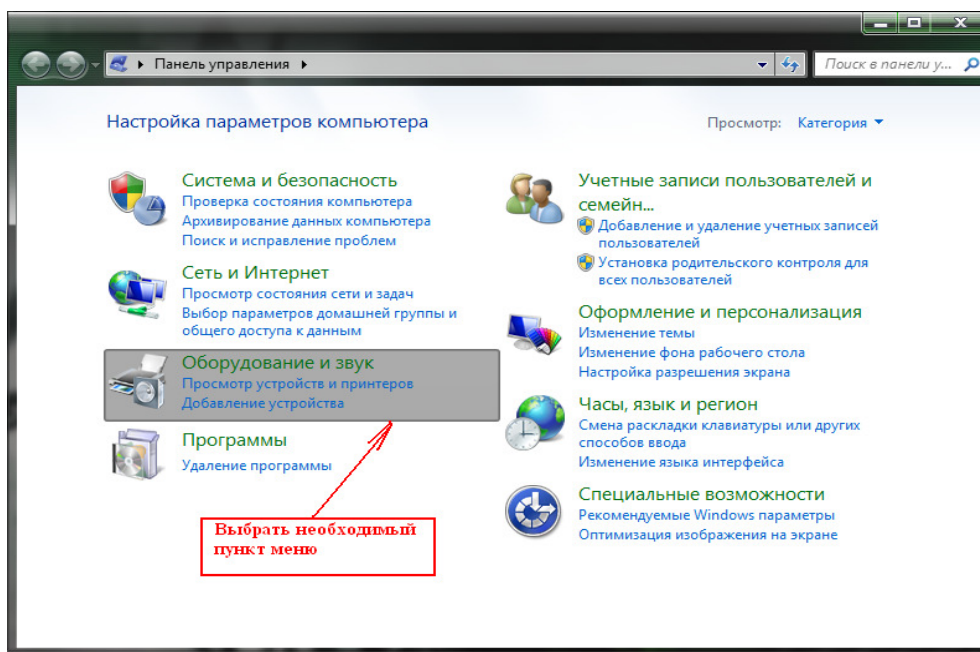

Figure 13 Окно «Панель управления»
- В окне «Оборудование и звук» выбрать меню «Звук» см. рисунок **Figure 13**.